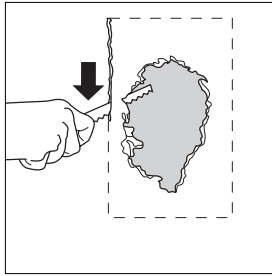
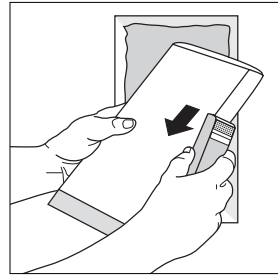
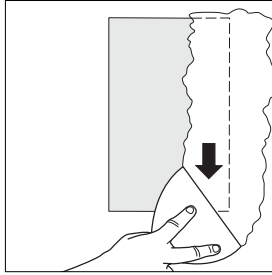
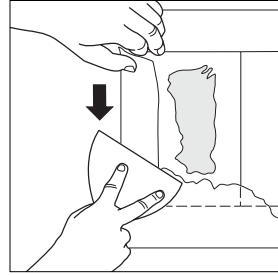

Fig. 6
Fig. 7
Fig. 8
Fig. 9
**Remedio 2:** Con una navaja multiusos o sierra corte una sección cuadrada o triangular alrededor de la zona dañada (Fig. 6). Utilice una escofina para formar los bordes hacia adentro en un ángulo de 45°. Corte la tapa correspondiente de un panel de yeso en buen estado, lije los bordes para que coincidan con los cortes (Fig. 7). Unte los bordes con compuesto (Fig. 8) y dé acabado con compuesto para juntas, como en las juntas de extremos (Fig. 9).